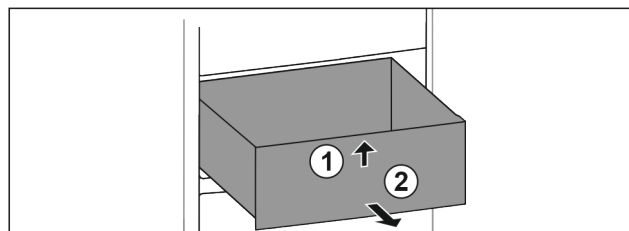

Fig. 11
- ▶ Aan voorzijde optillen Fig. 11 (1).
- ▶ Er naar voren toe uitnemen Fig. 11 (2).